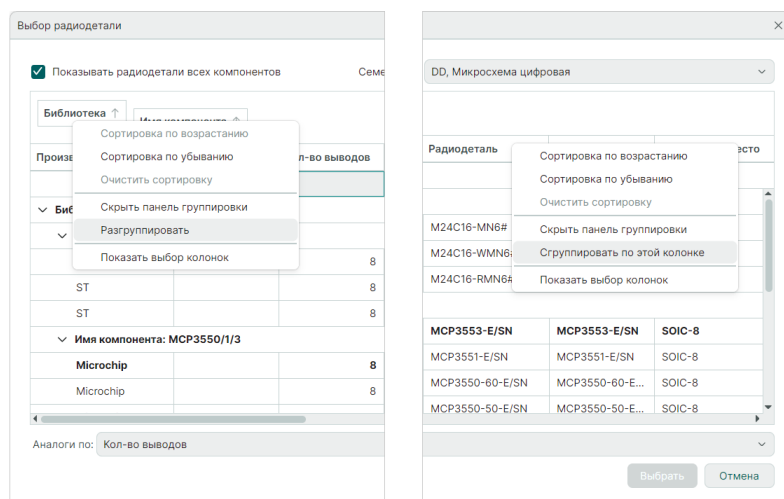

Рис. 102 Добавление/удаление столбца в панель группировки
4. Добавление столбца в панель группировки производится с помощью команды контекстного меню «Сгруппировать по этой колонке», для исключения столбца из панели группировки используйте команду «Разгруппировать», Рис. 102.